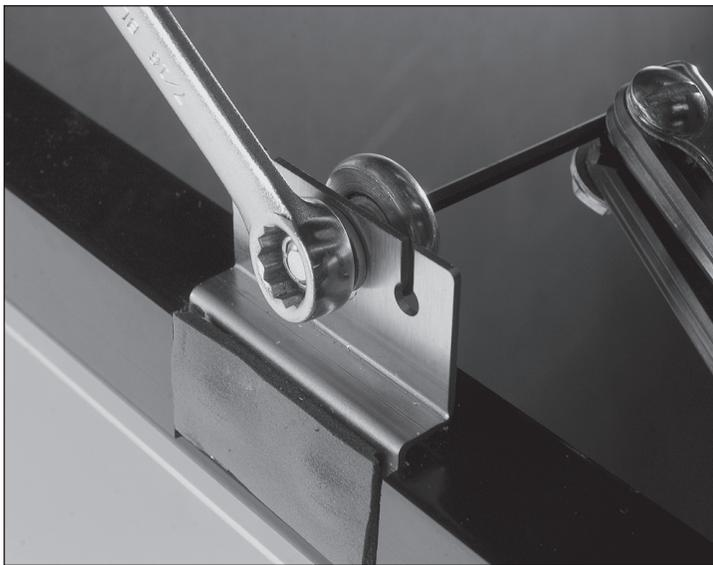

Fig. 1. Ajuste el rodillo.
2. Afloje el rodillo con una llave de 7/16" o una llave ajustable y una llave Allen de 1/8" y muévelo sobre el orificio ranurado. Después de realizar el ajuste, fije el rodillo en su lugar. Consulte la fig. 1.